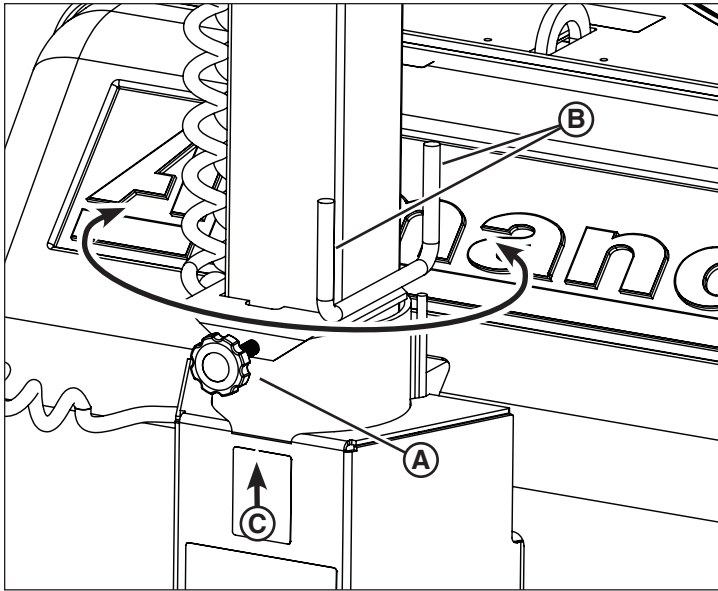

Figure 17
2. Desserrer le bouton de verrouillage de la tour d'éclairage (A, Figure 17).
3. Avec les poignées (B, Figure 17), tourner la tour d'éclairage dans le sens voulu.
5. Lorsque les opérations d'éclairage sont terminées, tourner la tour d'éclairage en position de transport. Aligner le bouton de verrouillage de la tour d'éclairage avec le centre avant de la base de la tour d'éclairage (C, Figure 17). Veiller à bien serrer le bouton de verrouillage de la tour d'éclairage.